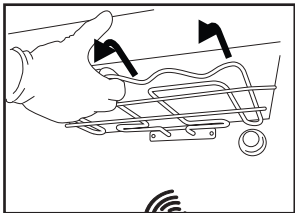
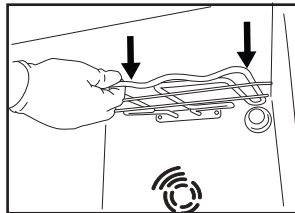

Fig. 1
Fig. 2
2. Træk varmelegemet en smule ud (Fig. 1) og sænk det (Fig. 2).